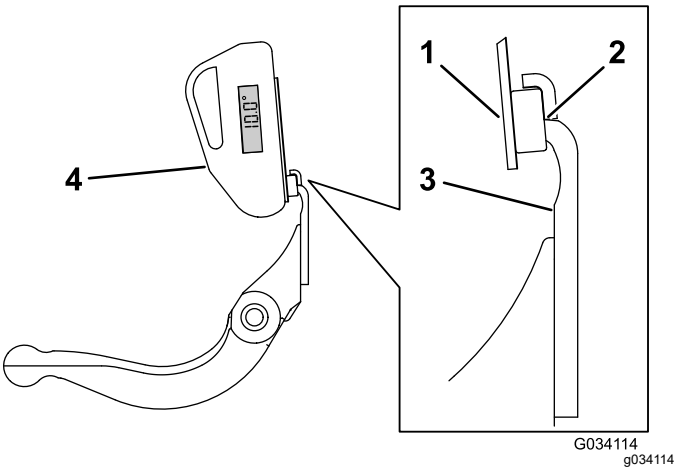

Figura 20
- 3. Coloque a montagem do indicador de ângulo na extremidade da lâmina de corte para que a extremidade do ímã fique alinhada com a extremidade da lâmina de corte (Figura 20).
4. Coloque o indicador de ângulo na montagem, como se mostra na Figura 20.